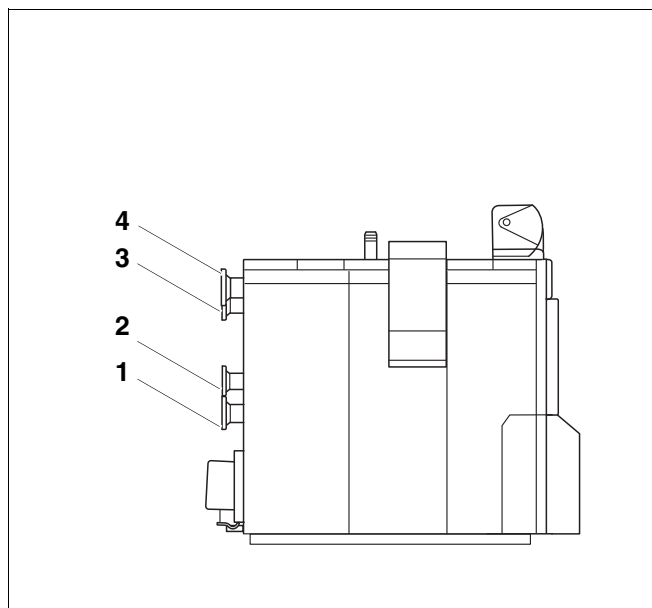

Рис.7 Отопительный котёл Logano plus SB735 Gas
- ▶ Подсоедините подающую линию системы отопления к месту её подключения на отопительном котле (рис. 7, [4], стр. 16).
- ▶ К предохранительной линии не допускается подключать бак-водонагреватель или другой отопительный контур (рис. 7, [3], стр. 16).